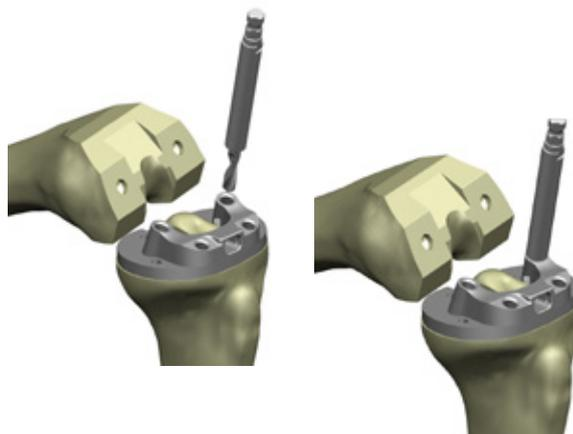

Figura 42
- 2 Utilizzando gli SPEED PIN® da 30 mm, fissare la guida per punteruolo tibiale al plateau tibiale preparato (Figura 42).
- 3 La guida di resezione rotulea deve essere impostata sul quantitativo di osso che deve rimanere dopo aver tagliato la rotula – ossia la differenza fra lo spessore originale della rotula e lo spessore della rotula di rivestimento. La guida viene impostata a questo livello ruotando la manopola zigrinata (Figura 42).